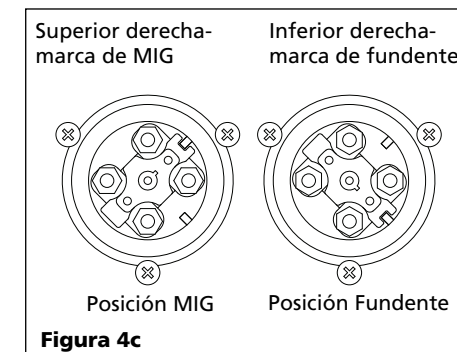

Figura 4c
4. Tire la barra de polaridad hacia afuera y gírela 90°. Vuelva a colocarla alineando la ranura con la marca correcta de la caja de polaridad. La marca superior derecha indica la posición MIG, la marca inferior izquierda indica la posición Fundente. (vea la figura 4c)